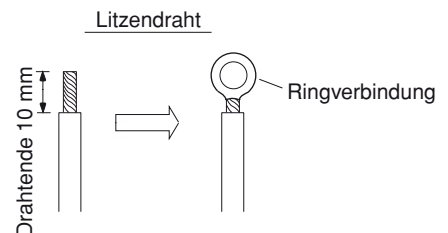

Abb. 30
- (1) Schneiden Sie das Kabel mit einer Drahtzange ab, entfernen Sie dann die Isolierung, so daß ungefähr 10 mm des Drahtes freiliegen. Verdrillen Sie die Drahtenden. (Abb. 30 und 31)
- (2) Entfernen Sie mit einem Schraubenzieher die Anschlußschraube(n) auf der Arretierungslamelle.
- (3) Verbinden Sie jedes freigelegte Drahtende mit einer Ringverbindung unter Gebrauch einer Klemme für Ringverbindungen oder einer Zange. (Abb. 30)